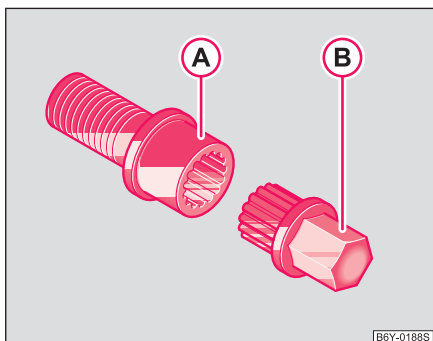

Fig. 146 Șurubul cu adaptor al siguranței antifurt a roților
- Introduceți adaptorul (B) cu partea dințată, în gaura dințată a șurubului siguranței (A), astfel încât să rămână în afară doar capul hexagonal ⇒ Fig. 146.
- Înșurubați la maxim adaptorul (B) cu cheia de roată.